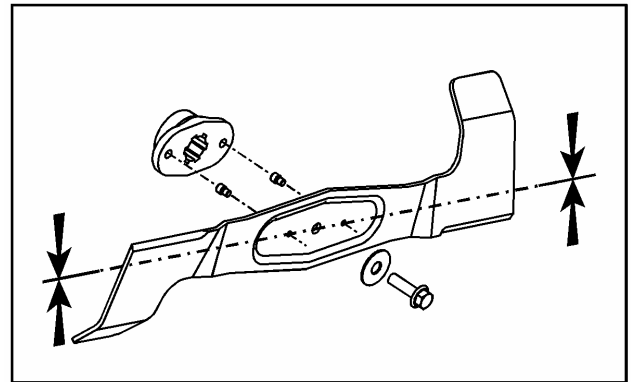

Fig. 32
Pour l'installation des goupilles de sécurité voir fig. 32.
2. Lors du remplacement des lames, s'assurer de remonter les pièces dans le bon ordre, et de leur serrage, sous peine d'apparition de vibrations importantes (Voir fig. 32). Les déflecteurs doivent être sur la face supérieure. Sinon, les lames ne couperont pas.
GROUPILLES DE SECURITE (Fig. 32)